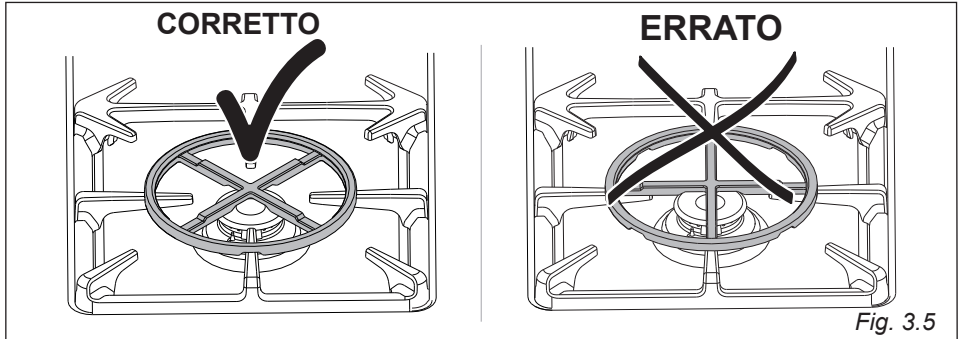

Fig. 3.5
**IMPORTANTE:** per evitare problemi di funzionamento del bruciatore, questo adattatore deve essere **posizionato correttamente** (fig. 3.5, 3.6).